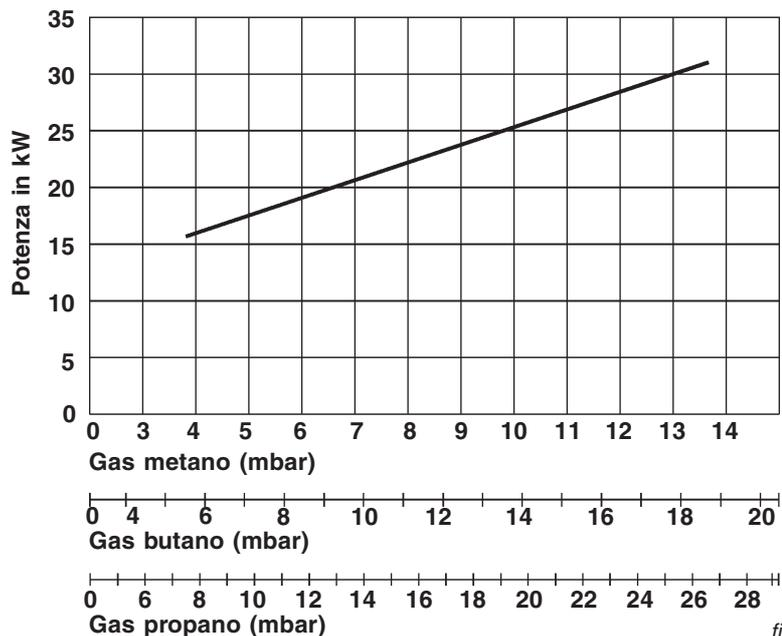

fig. 25
- Verificare il valore di pressione e, tramite il grafico (fig. 25), verificare se la potenza erogata dal generatore è corretta rispetto al fabbisogno dell'installazione;